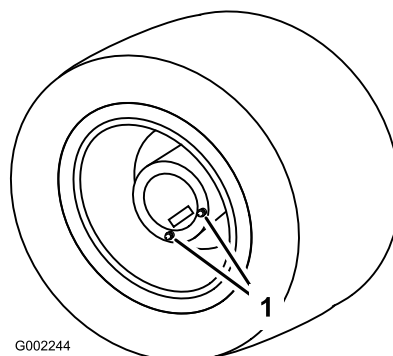

Bild 48
1. Stellen Sie das Sprühgerät auf eine ebene Fläche. Die Hinterräder sollten für das Ablassen positioniert sein (siehe Bild 48).
3. Stellen Sie eine Wanne unter die Ablassschrauben und nehmen Sie sie vom Rad ab (Bild 48).